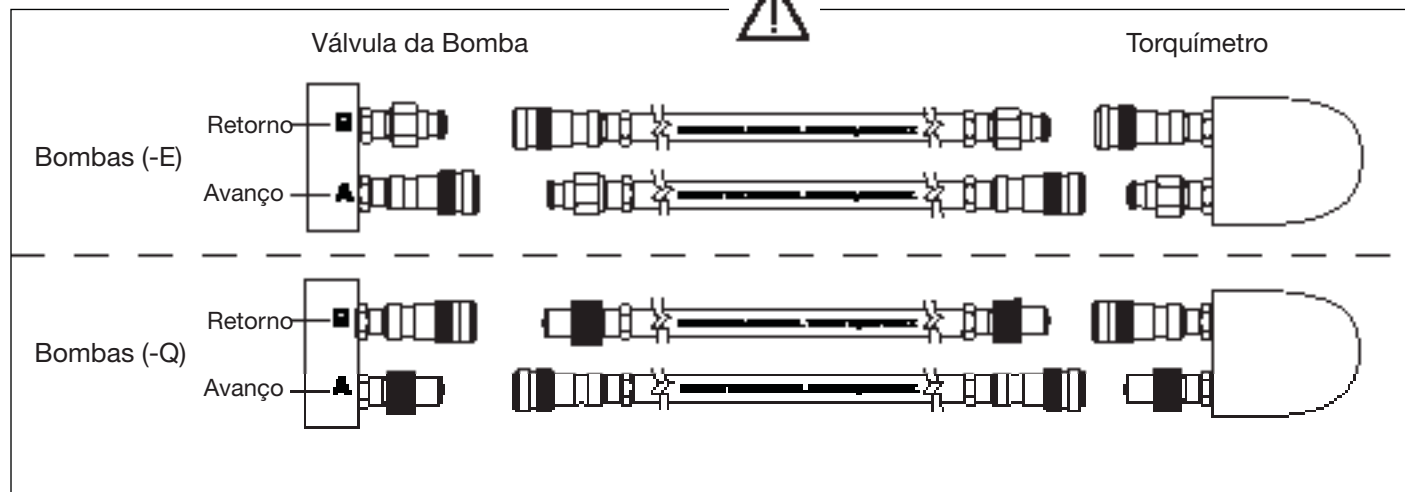

Figura 5, Detalhes da Mangueira
Conecte as mangueiras conforme mostrado na Figura 5.
2. Bombas tipo (-Q) para Torquímetro Enerpac S e W e outras marcas. Use as mangueiras com as marcas “Enerpac THQ-700 series - 700 bar/10.000 psi max.” Os engates devem ser polarizados, conforme Figura 5 para garantir a operação correta do torquímetro. Garanta que as conexões estão totalmente engatadas e apertadas, antes da operação. Acoplamento parcial das conexões não vai permitir a operação correta do torquímetro.